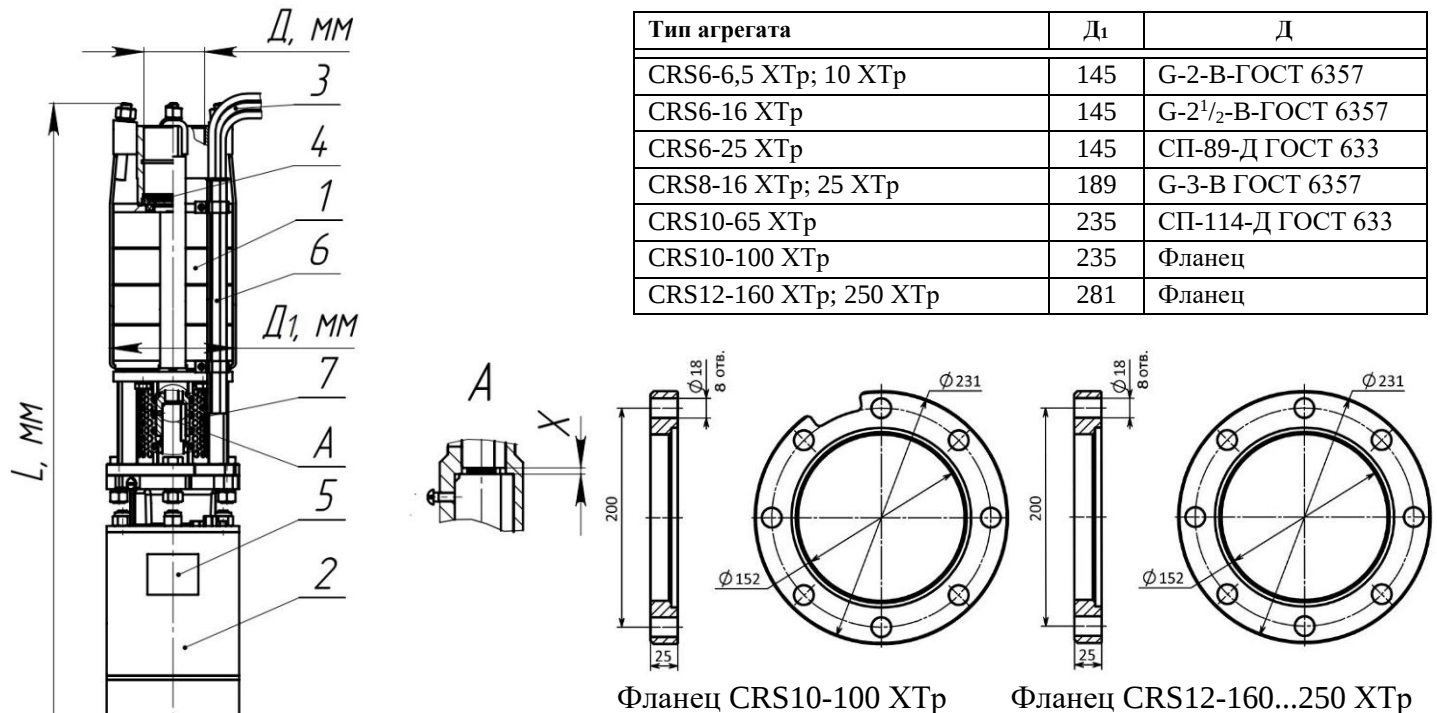

Рис. 1
Агрегат CRS - XТр (см. рис. 1) состоит из: насосной части поз. 1; электродвигателя поз. 2; проводов токоподводящих поз. 3; клапана поз. 4; таблички поз. 5; кожуха защитного поз. 6; сетки защитной поз.7.
5.3.2 Водоподъемную трубу с муфтой вернуть в патрубок агрегата до отказа (см. рис.1). По просьбе заказчика за отдельную плату могут поставляться переходные втулки (резьбовые), а также переходники с резьбы на фланец (см. сайт изготовителя в разделе «Дополнительное оборудование»).
5.3.8 Для предотвращения повреждений токоподводящих проводов при монтаже агрегата с фланцевым соединением необходимо использовать ответный фланец с выборкой (см. рис. 1).